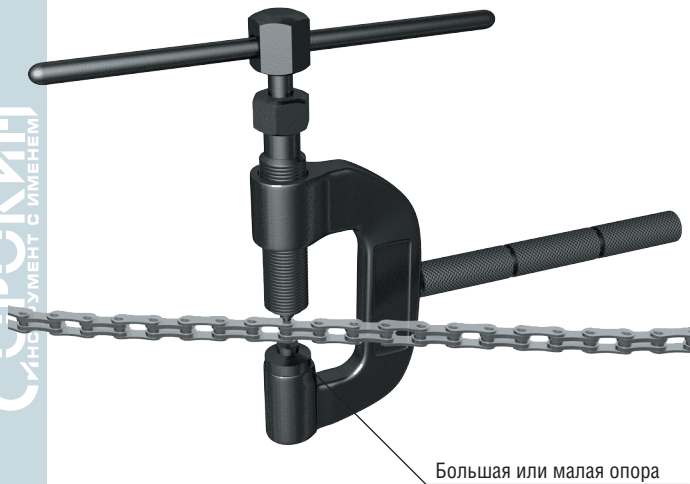

Рисунок 5 – Заклёпывание цепи
6. Надёжно прикрутите центрирующий болт к боковой пластине цепи в месте установки штифта (рис. 5).